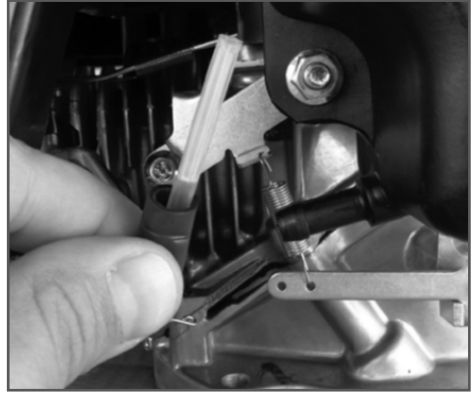

Рис. 12 Топливный фильтр
- Извлеките из топливного шланга топливный фильтр (Рис. 12).